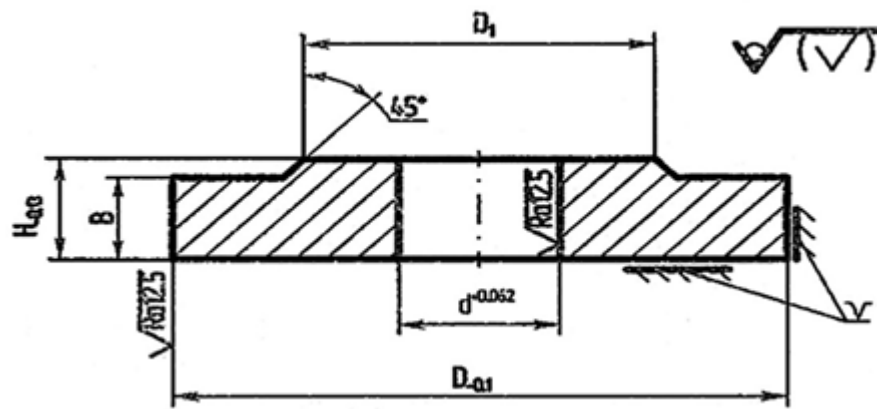
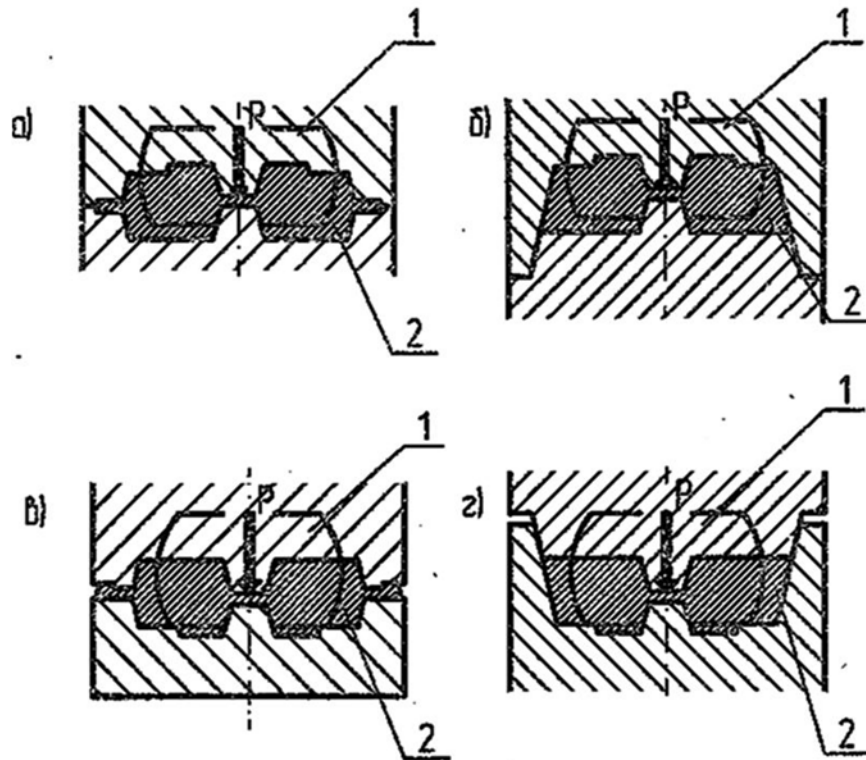

Рисунок 1 – Эскиз детали «Фланец»
Рисунок 2 – Схемы штамповки: а – на молоте в открытом штампе;
Спроектировать в соответствии с заданным вариантом (таблица 1) технологический процесс штамповки детали типа «Фланец» (рисунок 1) на молоте или кривошипном горячештамповочном прессе (КГШП) в открытом или закрытом штампе (рисунок 2). Разработать чертёж поковки.
1. Выполнить эскиз фланца (см. рисунок 1) по размерам, соответствующим вашему варианту (см. таблицу 1).
2. Выбрать схему штамповки (см. рисунок 2) в соответствии с вашим вариантом.